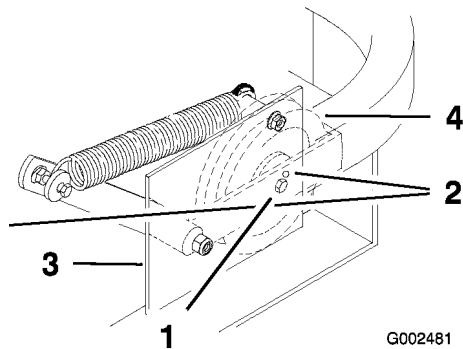

Figura 55
Importante: Controllate la cinghia e verificate che sia stata montata nei guidacinghia anteriore e posteriore (Figura 55).
4. Controllate la tensione della cinghia. Il bullone a molla di rinvio centrale deve essere adiacente al foro di allineamento superiore della piastra di appoggio sinistra (Figura 55).